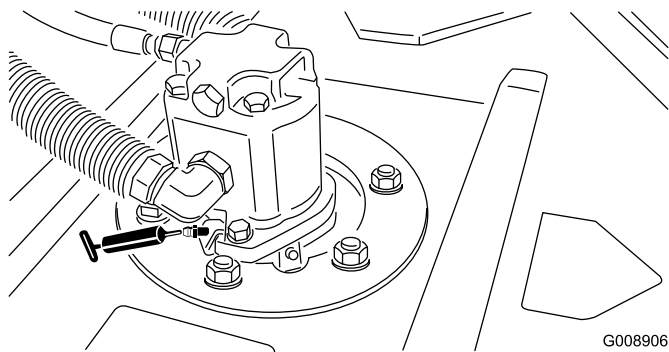

図 43
- ・ カuttingユニットのスピンドルシャフトのベアリング（各カuttingユニットに1ヶ所）（図 43）